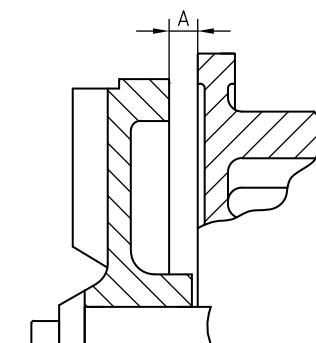

Abbildung 18: Einstellung des Laufrades FREM.
- 2 Das Laufrad auf einen Abstand **A** zwischen der Rückseite des Laufrades und dem Zwischendeckel einstellen. Siehe nachstehende Abbildung 18 und Tabelle 7.